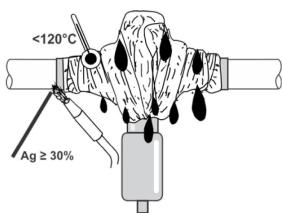

Рис. 3
Монтаж паяных соединений: медные трубы: (см. рис. 3)
- Не превышайте максимальную температуру корпуса 120 °C! Рис. 3